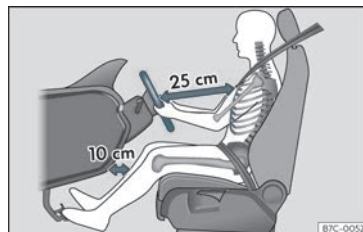

Fig. 6 La separazione corretta tra il conducente e il volante deve essere di 25 cm come minimo (10 pollici).
- Regolare il volante in modo che si trovi a una distanza di almeno 25 cm (10 pollici) dallo sterno »» **fig. 6** e sia possibile tenerlo con entrambe le mani sui lati, all'esterno, con le braccia leggermente flesse.
- Regolare il sedile longitudinalmente in modo da poter premere completamente i pedali tenendo le ginocchia leggermente piegate e in modo tale che la distanza tra l'area del ginocchio e il cruscotto sia di almeno 10 cm (4 pollici) »» **fig. 6.**